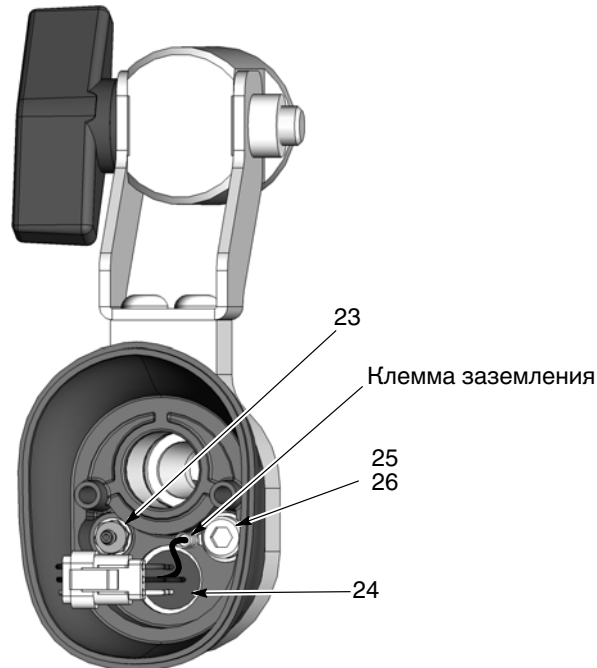

Рис. 7-3 Разборка распылителя – замена гнезда для кабеля и заершенного ниппеля
5. Вставить миниатюрную отвертку с плоским жалом в паз разъемов жгута проводов и отсоединить жгут проводов гнезда (24) от жгута проводов блока питания.
6. См. рис. 7-3. Отсоединить прозрачный шланг воздушной очистки электрода от завершенного ниппеля (23) внутри заднего корпуса.
- a. См. рис. 7-3. При помощи 4-мм ключа-шестигранника вывернуть винт с шестигранным шлицем (25) с шайбой (26), отсоединить клемму заземления.
- g. См. рис. 7-3. При помощи винта с шестигранным шлицем и шайбы (25, 26) присоединить клемму заземления к торцевой крышке.
16. См. рис. 7-3. Присоединить трубку воздушной очистки к завершенному ниппелю, а жгут проводов блока питания – к жгуту проводов гнезда.